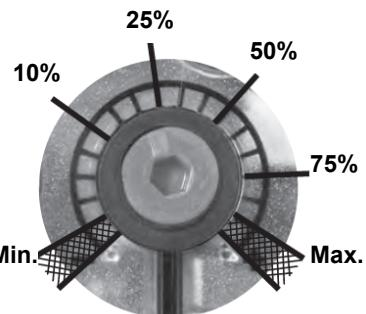

Fig. 5
AVERTISSEMENT : Pour régler la pression de sortie du régulateur VD-R, agir sur la bague de réglage (Fig. 5). La position de l'indicateur dans la bague indique la valeur de la pression de sortie calculée en pourcentage de la pleine échelle du capteur PS (Fig. 6).
3. Serrer VD avec 2 vis M5 chacun, max. 5 Nm/44 in.lb, fig. 5/6.